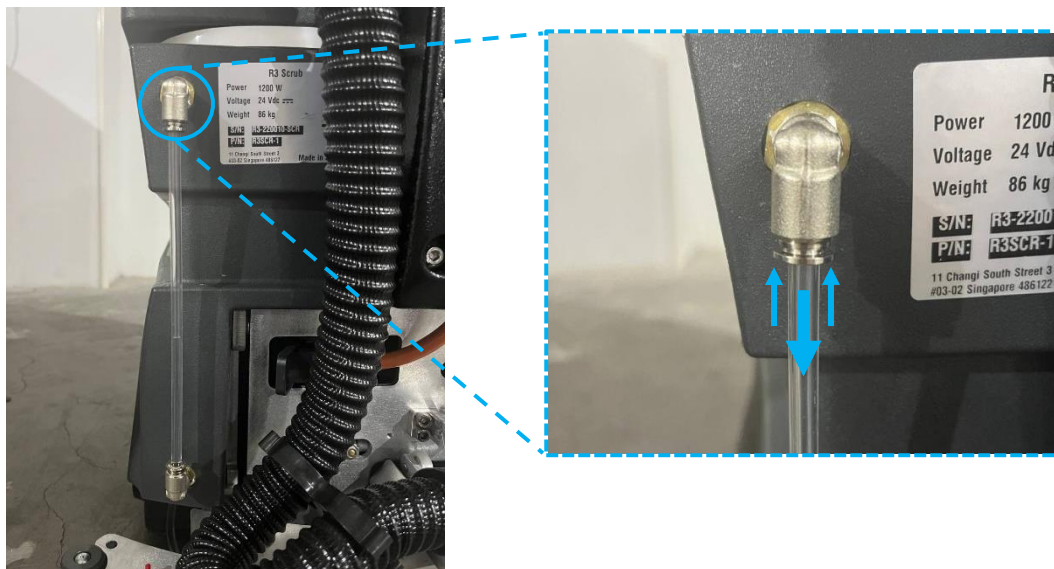

Fig. 1
1. Localisez le tube de niveau d'eau propre à l'arrière du robot (Fig. 1).
2. Poussez la bague métallique extérieure du raccord du tube (vers le haut) et tirez le tube vers l'extérieur (vers le bas) en même temps (Fig. 1)